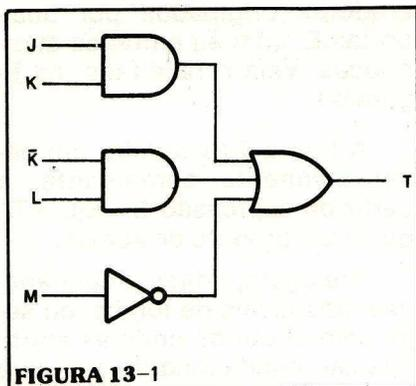

FIGURA 13-1
4. Escreva a expressão Booleana equivalente ao circuito da figura 13-1.